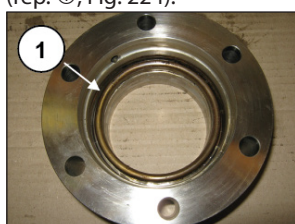

Fig. 222
Monter la bague de tête sur la chemise (rep. ①, Fig. 222), le joint de haute pression (rep. ①, Fig. 223) et la bague restop (rep. ①, Fig. 224).